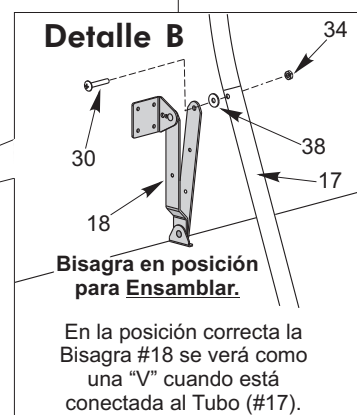

Figura 5
8. Atornille el Tubo del Soporte-U (#21) a los Tubos Estructurales (#17) con los dos Tornillos (#33) como está mostrado en **Figura 5**. Alinee los hoyos de los tubos de Soporte-U con los Tubos Estructurales e inserte los Tornillos (#33) en los orificios de los Tubos Estructurales (#17). Apriete los tornillos totalmente pero tenga cuidado de que no queden sobre apretados ya que podría barrer la cuerda de los tornillos si los sobre aprieta.
9. Una las Bisagras (#18) a los Tubos Estructurales (#17) como están mostrados en la **Figura 5** y **Detalle B**. Coloque la bisagra en la misma posición como está mostrada; alinee el hoyo de la bisagra con el hoyo del Tubo Estructural y únalo con el Tornillo 1/4" (#30), la Rondana de Plástico (#38) y la Tuerca de Seguridad (#34). La Rondana de Plástico (#38) va entre el Tubo Estructural y la Bisagra. Asegúrese que la tuerca esté apretada y segura. Repita el mismo procedimiento para la otra bisagra.
10. Una el Tubo Conector (#16) a la Pata (#19) como está mostrado en la **Figura 5**. Gire el Tubo Conector (#16) hacia arriba y gire la pata hacia abajo y alinee el hoyo en el Tubo Conector con el hoyo en la Pata (#19). Una el Tubo Conector (#16) a la Pata (#19) usando el Tornillo de Cabeza Hexagonal (#24), el Separador (#37) y la Tuerca de Seguridad (#34). Los Separadores (#37) van entre el Tubo Conector y la Pata. Una el otro Tubo Conector a la Pata de la misma manera. Asegúrese que las tuercas estén apretadas y seguras.